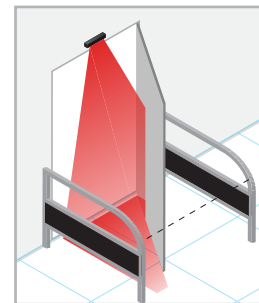

IMAGEN 3
- Haz fotoeléctrico cerca del borde delantero de una puerta abierta | ver imagen 3